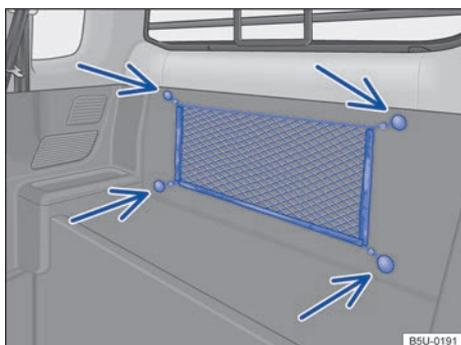

Fig. 84 En el compartimento interno de equipaje: red para cargas livianas.
- Sujetar los ojales de la red en los fijadores → fig. 84 (flechas) existentes en el maletero.